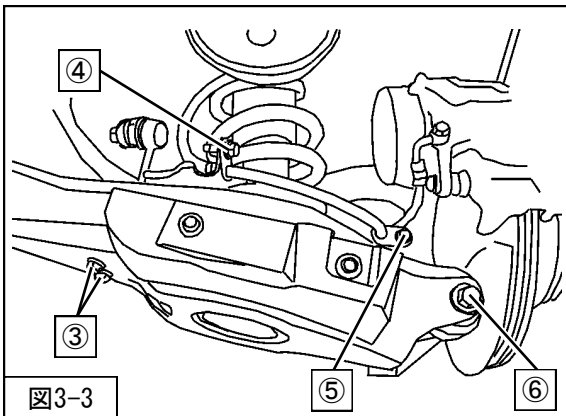

図3-3
5. ③スタビライザリンクSUB-ASSY取付ナット
④ブレーキホース取付ボルト
⑤ブレーキホース取付ボルト
⑥ロアアーム取付ボルト・ナットを取外してください。（図3-3）